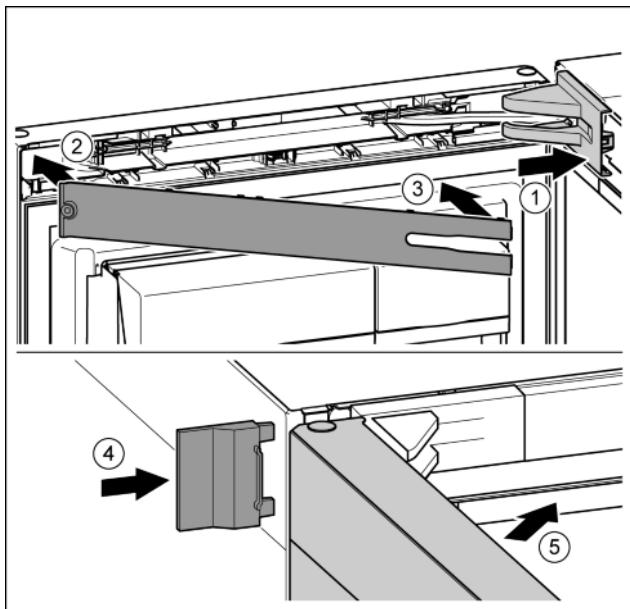

Fig. 25
- ▶ Stavite pokrov podloška ležaja i pustite ga da uskoči, po potrebi ga oprezno razdvojite. Fig. 25 (1)
- ▶ Stavite masku. Fig. 25 (2)
- ▶ Zakrenite masku i pustite da uskoči. Fig. 25 (3)
- ▶ Nataknite vanjski pokrov. Fig. 25 (4)
- ▶ Zatvorite gornja vrata. Fig. 25 (5)